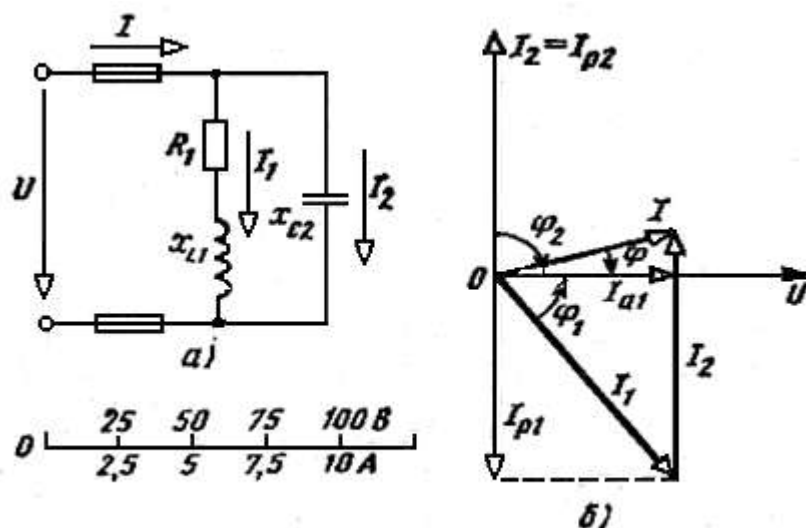

Рис. 4
Пример 4. Катушка с активным сопротивлением $R_1 = 6 \text{ Ом}$ и индуктивным $X_{L_1} = 8 \text{ Ом}$ соединена параллельно с конденсатором, емкостное сопротивление которого $X_{C_1} = 10 \text{ Ом}$ (рис. 4, а). Определить: 1) токи в ветвях и в неразветвленной части цепи; 2) активные и реактивные мощности ветвей и всей цепи; 3) полную мощность цепи; 4) углы сдвига фаз между током и напряжением в каждой ветви и во всей цепи. Начертить в масштабе векторную диаграмму цепи. К цепи приложено напряжение $U = 100 \text{ В}$.
8. Для построения векторной диаграммы задаёмся масштабом по току: в 1 см — 2,5 А и масштабом по напряжению: в 1 см — 25 В. Построение начинаем с вектора напряжения U (рис. 4, б). Под углом φ_1 к нему (в сторону отставания) откладываем в масштабе вектор тока I_1 , под углом φ_2 (в сторону опережения) — вектор тока I_2 . Геометрическая сумма этих токов равна току в неразветвленной части цепи. На диаграмме показаны также проекции векторов токов на вектор напряжения (активная составляющая I_{a1}) и вектор, перпендикулярный ему (реактивные составляющие I_{p1} и I_{p2}). При отсутствии конденсатора реактивная мощность первой ветви не компенсировалась бы и ток в цепи увеличился бы до $I = I_1 = 10 \text{ А}$.